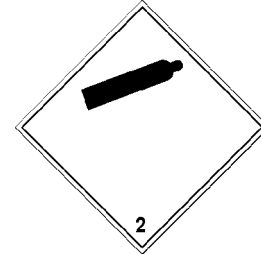

Bild 2
- Druckgasflaschen, die mit mehr als 2 bar Druck gefüllt sind, unterliegen beim Transport auf öffentlichen Straßen den gefahrgutrechtlichen Bestimmungen der GGvSE, bzw. ADR. Die Druckgasflaschen, bzw. das Versandstück sind mit einem Gefahrzettel Nr. 2.2 nach Unterabschnitt 5.2.2.2 ADR zu kennzeichnen (siehe Bild 2).